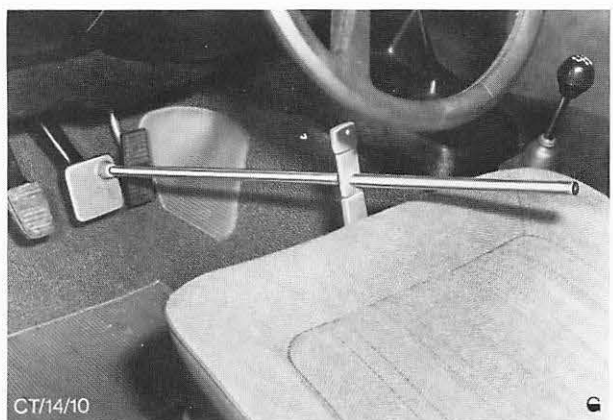

Abb. 56 Bremspedal-Feststeller montiert
7. Bremspedal-Feststeller zum Blockieren der Räder anbringen. Abb. 56.